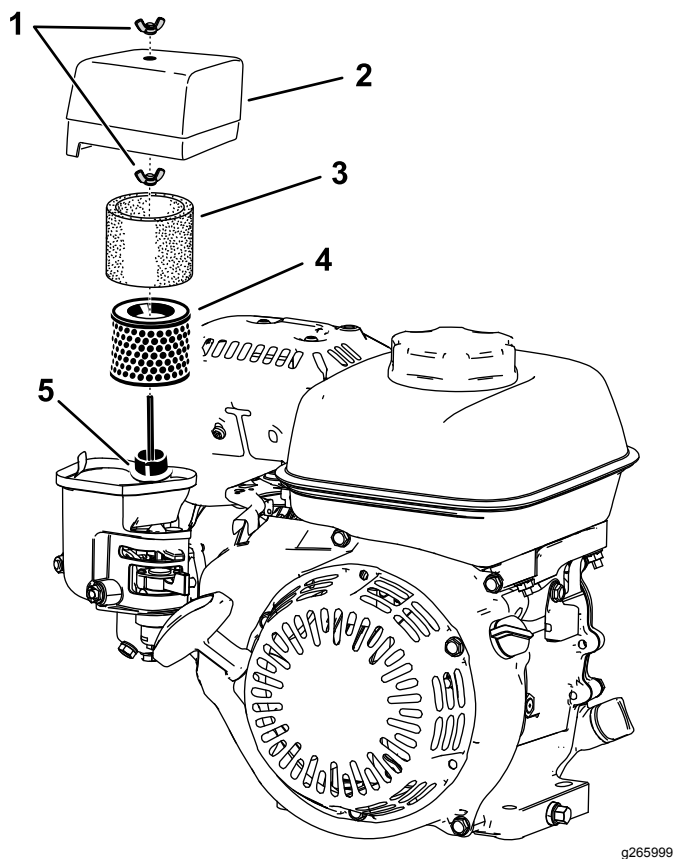

Bild 19
2. Entfernen Sie die Flügelmutter, mit der die Luftfilterabdeckung befestigt ist (Bild 19).